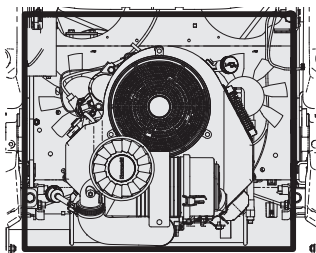

Fig. 31
- Limpie alrededor del colector del escape, los fusibles, todo el cableado y mazos de cables, tubo del silenciador, protector del silenciador, filtros de admisión del motor y aletas de refrigeración, etc (Fig. 31).